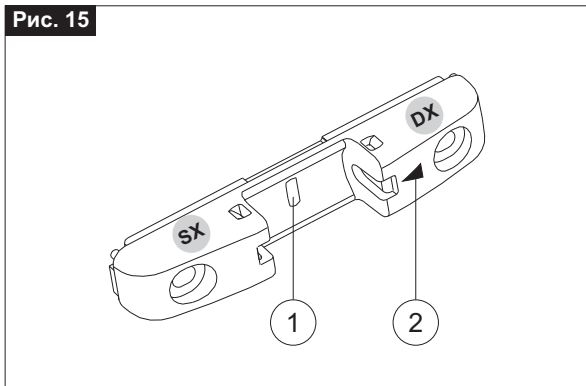

Рис. 16
- 4) **Рис. 16-** Механизм крепления цепи расположите на створке так, чтобы он оказался на 10 мм (± 1 мм) выше рамы; отметьте места для сверления;